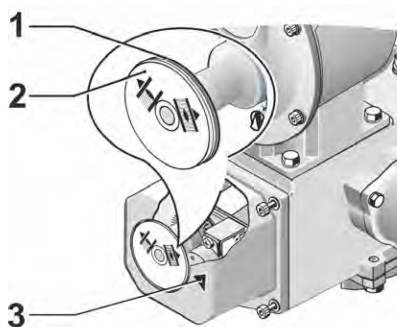

图2：调整位置指示牌
3. 旋转白色圆盘，直至关图标（如右侧图2中1所示）对外罩上的箭头（3）为止。